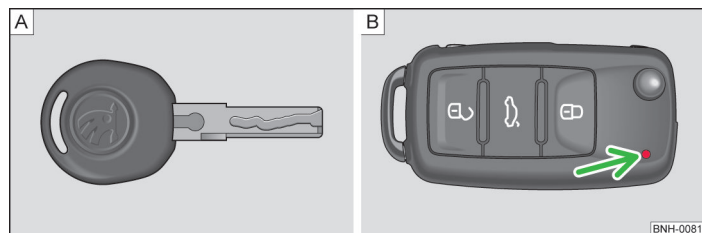
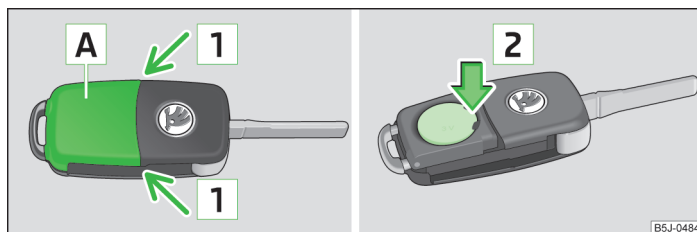

Fig. 8 Llaves sin telemando/llaves con mando a distancia
Fig. 9 Llave con radiotelemando: Quitar la tapa/extraer la pila
Con el vehículo se suministran dos llaves. Según el equipamiento, su vehículo puede estar provisto de llaves sin mando a distancia » fig. 8 - A o de llaves con mando a distancia » fig. 8 - B.
Cada llave principal de radiotelemando contiene una pila que está alojada debajo de la tapa **A** » fig. 9. Si la pila está descargada, después de pulsar una tecla de la llave, no parpadea el testigo de control rojo » fig. 8 de la página 26 - **B**. Le recomendamos encargar el cambio de la pila de la llave a un taller especializado. Si, de lo contrario, desea cambiar la pila descargada Vd. mismo, proceda como sigue.
- Presionar la tapa del compartimento de la pila pulsando con el pulgar o con un destornillador plano en la zona de la flecha **1** » fig. 9.